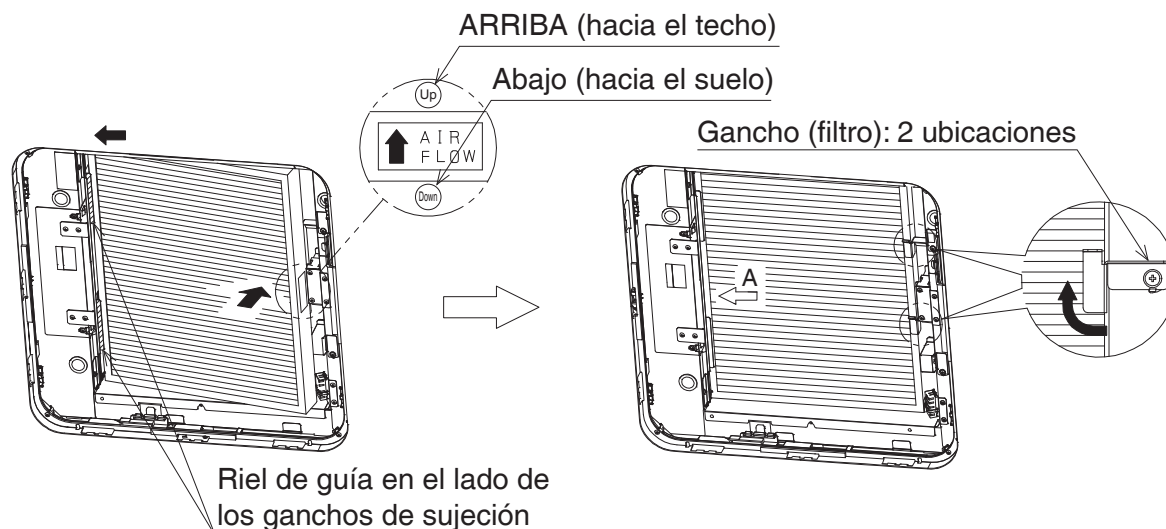

Figura 24
- (1) Saque el filtro plisado (1) de su bolsa.
- (2) Con la flecha (FLUJO DE AIRE) del lado del filtro plisado (1) orientada hacia arriba, insértelo en el riel guía del lado de los ganchos de sujeción e insértelo completamente.
- (3) Empuje hacia arriba el filtro plisado (1).
- (4) Gire el gancho (filtro) (2 ubicaciones) para asegurar el filtro plisado (1). (**Figura 24**)